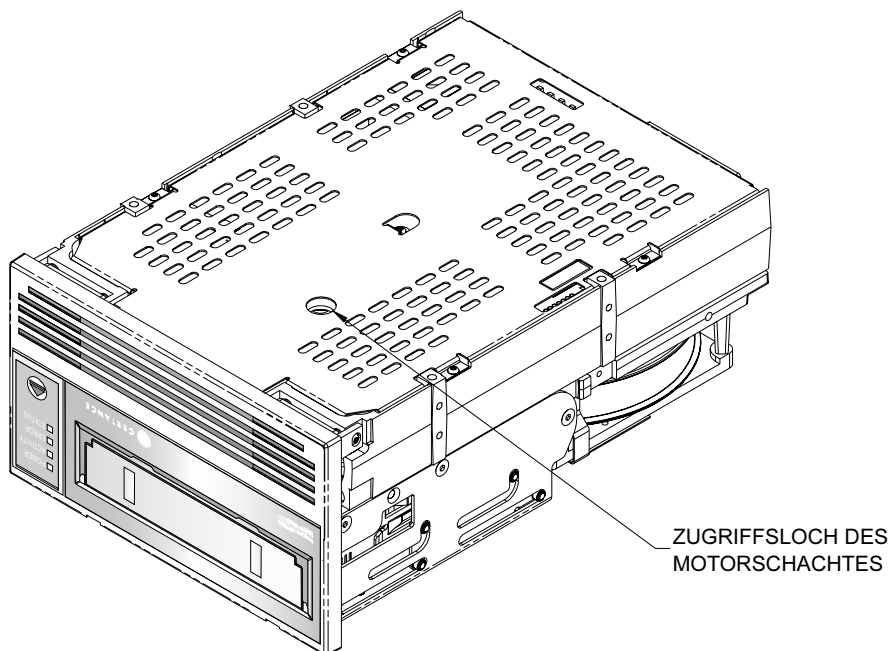

Abbildung 25. Unterseite der LTO-1- und LTO-2-Laufwerke mit Darstellung des Motor-Zugriffslochs
4. Führen Sie den 1,5-mm-Inbusschlüssel durch das Loch auf der Bodenplatte ein, wie in Abbildung 25 auf Seite 85 dargestellt. Drehen Sie den Inbusschlüssel langsam und gleichmäßig im Uhrzeigersinn, um das Band in die Kassette zurückzuspulen. Dies könnte einige Zeit in Anspruch nehmen.